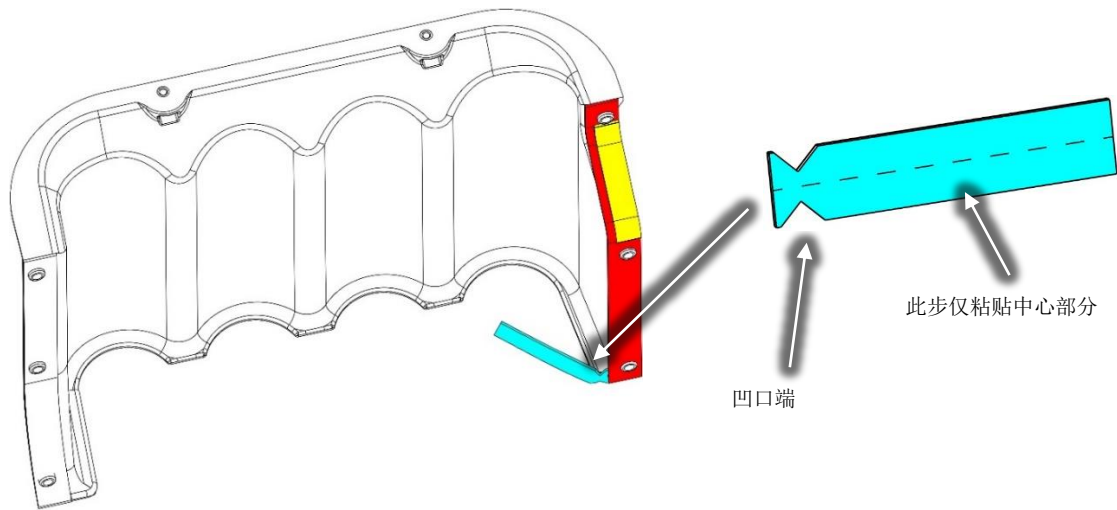

图 12 – 左下侧电容器盖板密封泡沫
11. 拿起较短（大约 76 毫米）的左下侧电容器侧盖板密封泡沫，拆除凹口端的少量粘接衬纸，安装左下侧电容器侧盖板密封泡沫。务必从此泡沫与之前安装泡沫交汇的位置开始。此新泡沫必须抵住现有泡沫进行安装。参见图 12（左下侧电容器盖板密封泡沫）。